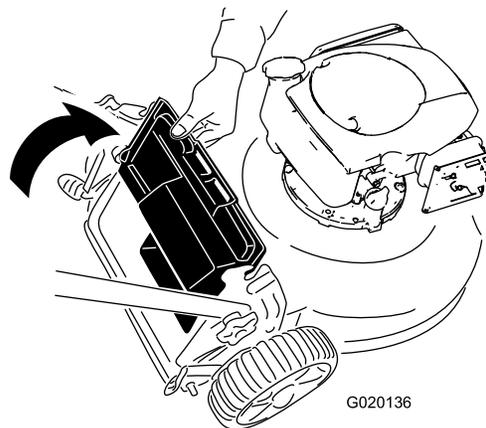

Bild 16
2. Heben und halten Sie das hintere Ablenklech hoch (Bild 16).